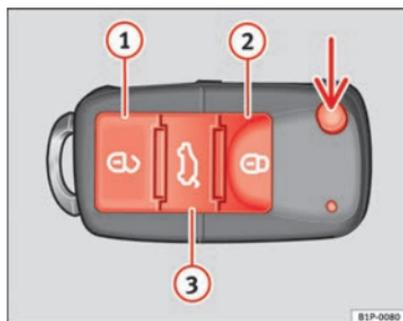

Fig. 46 Affectation des touches de la clé à radiocommande
La touche  fig. 46 (flèche) de la radiocommande permet de débloquer le panneton de la clé.
Déverrouillage du véhicule   $\Rightarrow$  fig. 46 ①.
Verrouillage du véhicule   $\Rightarrow$  fig. 46 ②.
Déverrouillage du hayon. Appuyez sur la touche   $\Rightarrow$  fig. 46 ③ jusqu'à ce que tous les clignotants du véhicule s'allument brièvement. Après avoir appuyé sur le bouton de déverrouillage  ③, vous disposez de 2 minutes pour ouvrir le hayon. Une fois ce temps écoulé, il se verrouillera de nouveau.
- Appuyez sur la touche  ② ⇒ fig. 46 de la radiocommande.
- Appuyez sur la touche  ① ⇒ fig. 46 de la radiocommande.